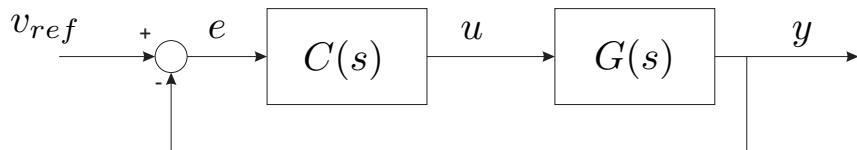

Figura 3: Diagrama de retroacção para controlo de velocidade.
3) Considere o sistema de controlo de velocidade em malha fechada com realimentação negativa representado na Figura 3. Admita para já que $C(s) = K$ (controlador Proporcional). Calcule em função de K , K_0 e τ : a constante de tempo e o erro em regime permanente (ou seja, o valor de $e(+\infty)$) quando se aplica um escalão unitário em v_{ref} do sistema realimentado.